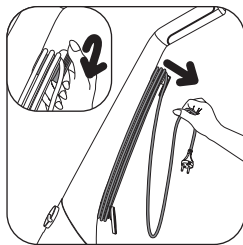

fig. 3
- 3 • Mettez en marche votre aspirateur (fig. 3) - (fig. 4) - (fig. 5)